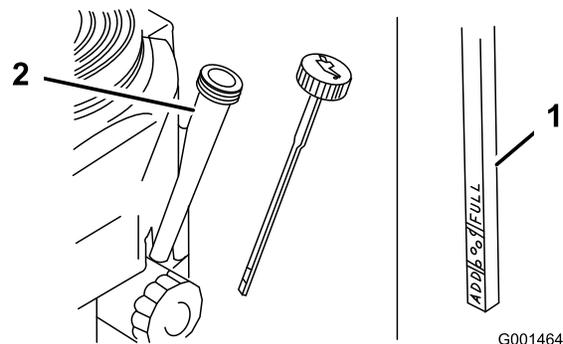

Figure 32
4. Nettoyez la surface autour de la jauge d'huile (Figure 32) pour éviter de faire tomber des impuretés dans l'orifice de remplissage, ce qui endommagerait le moteur.
5. Retirez la jauge d'huile et essuyez soigneusement son extrémité (Figure 32).
6. Remettez la jauge au fond du tube de remplissage, mais sans la visser (Figure 32).
8. Versez avec précaution environ 80 % de la quantité d'huile spécifiée dans le goulot de remplissage (Figure 32).